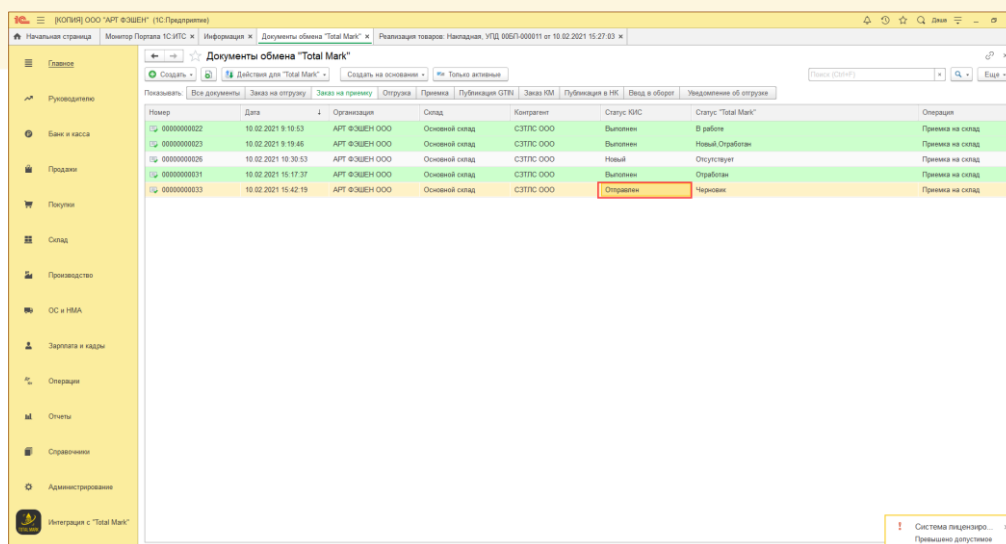

Рис. 10-7 - Создание документа обмена "Приемка"
2.8. Сначала статус Заказа будет «Новый», после успешной отправки он изменится на «Отправлен» (Рис. 10-7). «Статус ТМ»- это статус документа в Total Mark. До того, как документ отправлен в систему, его статус в ТМ равен «Отсутствует»;